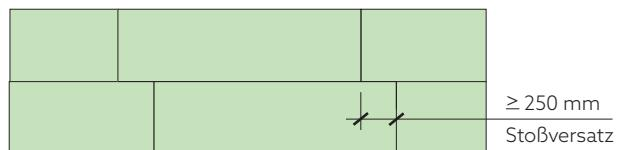

Abb. 3 Stoßversatz bei der Verlegung von ISOLAIR, PAVAWALL GF XL und PAVAWALL BLOC (Großformat)
- Stoßversatz (Abb. 3) bei der Verlegung der Platten  $\geq 25$  cm. Bei PAVAWALL-BLOC (Kleinformat 40 x 60 cm) kann der vertikale Stoßversatz auf  $\geq 20$  cm verringert werden.